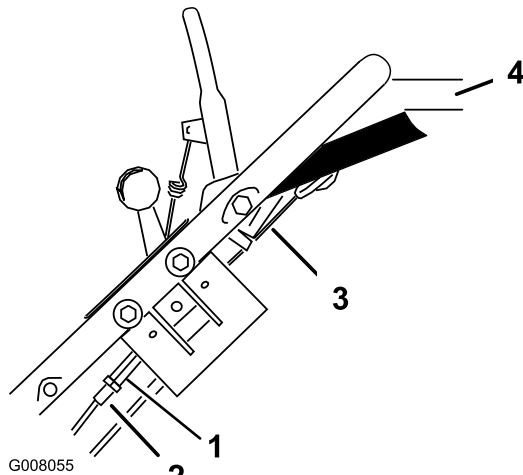

Figura 25
1. Afloje la tuerca del tensor (Figura 25).
2. Gire el tensor hasta eliminar la holgura del cable expuesto (Figura 25).